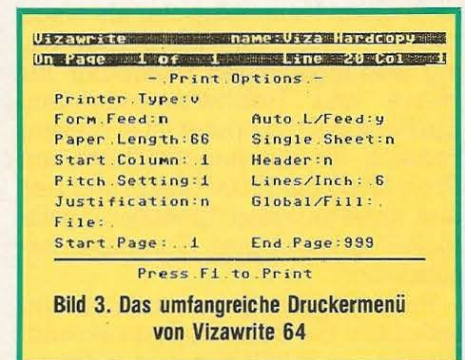

Bild 3. Das umfangreiche Druckermenü von Vizawrite 64
9. CBM + p: Drucken. In dem dann erscheinenden Druckermenü (Bild 3) können alle wesentlichen Einstellungen, die auf das gesamte Schriftstück wirken sollen, definiert werden.
Adressen eingeladen werden. Die Position »Global/Fill« im Drucker-Menü (Bild 3) sorgt dann dafür, daß der Brief entsprechend oft mit den eingefügten Daten ausgedruckt wird. Selbstverständlich können auch beliebig viele Dokumente aneinandergehängt werden. Die einzige Grenze, die dem pausenlosen Drucken gesetzt ist, ist die Speicherkapazität der Diskette.